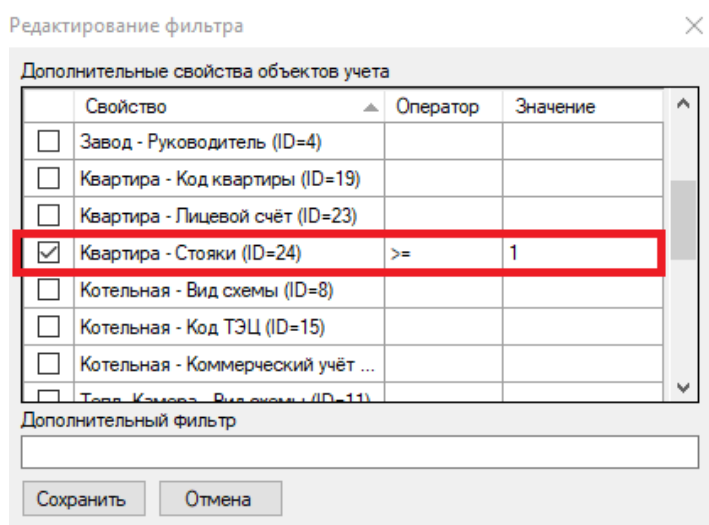

Рисунок 89. Пример использования фильтра
1. Выбираем в качестве критерия отбора количество стояков в квартире (рисунок 89).